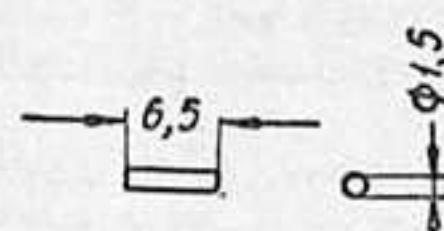

Рис. 46, дет. 6сб-2
**Шпонка (6сб-2)** — 2 шт. Делается из стали ОВС  $\phi = 1,5$  мм, как показано на рис. 46.